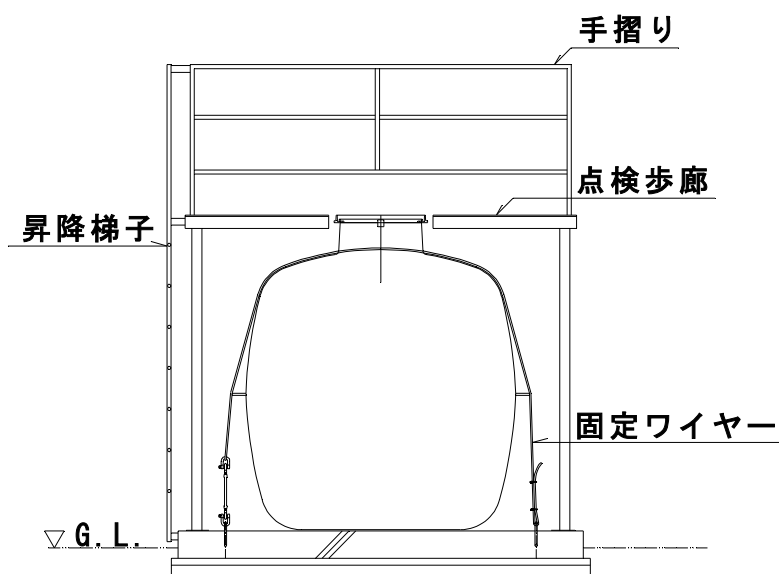

図 22 点検歩廊の取付け例
- ・図 22 のように、点検歩廊、手摺り、昇降梯子を設けます。